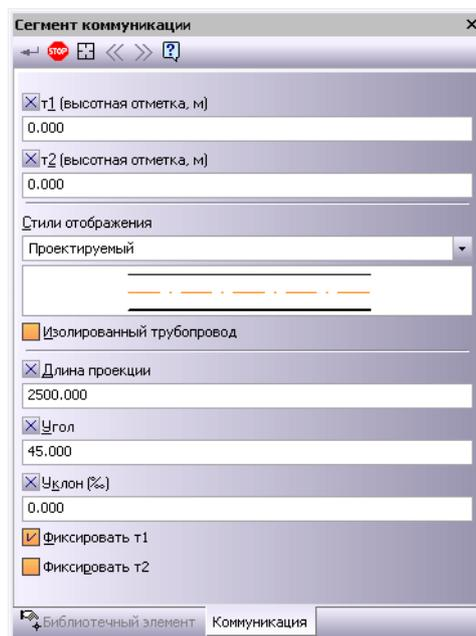

Рис. 2.14 Вкладка **Коммуникация** при редактировании сегмента коммуникации
5. Чтобы перейти к редактированию отдельных сегментов коммуникации нажмите кнопку **Выбор указанием** . Укажите курсором сегмент для редактирования, **Панель инструментов** примет вид изображенный на Рис. 2.14.